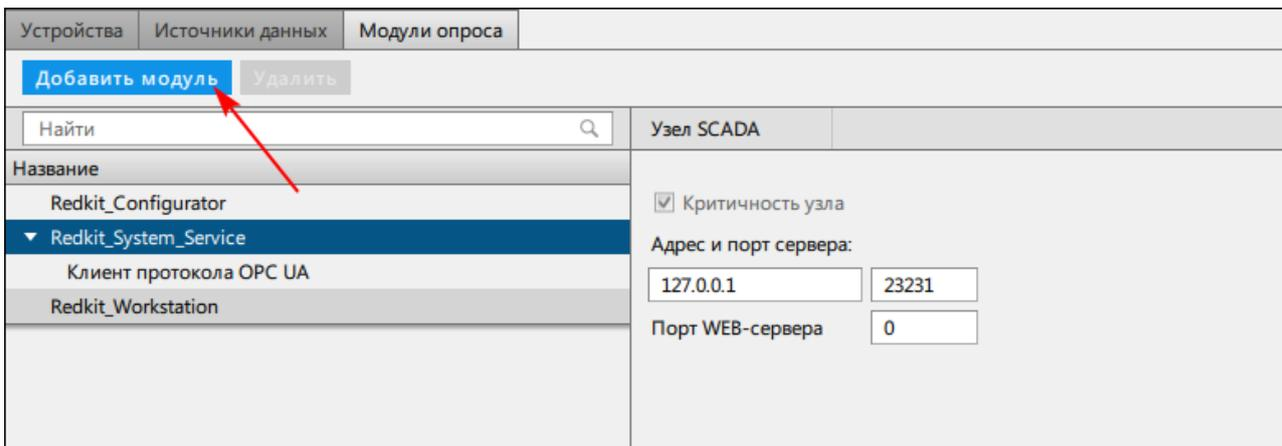

Рисунок 229 - Добавить модуль
8. На вкладке **Модули опроса** у сервисного узла(ов) (*Redkit\_System\_Service* или *Redkit\_Master* и *Redkit\_Slave*, в зависимости от типа конфигурации) нажмите **Добавить модуль** (Рисунок 229).